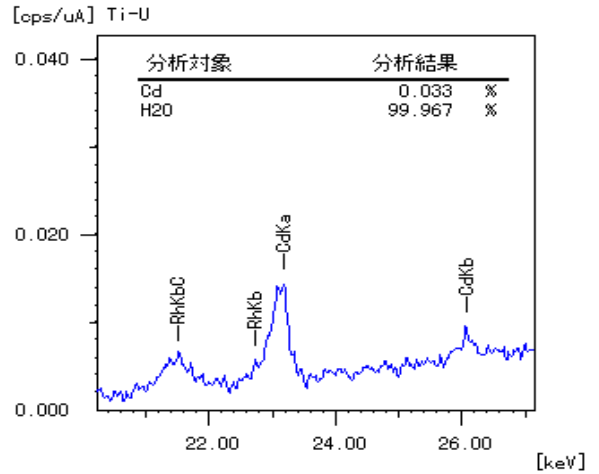

Fig.4 Qualitative and Quantitative Analysis of Oolong Tea Mixed Cd
(2) Zr フィルタを使用したカドミウム 0.03% 混合の定性・定量分析結果を Fig.4 に示します。この場合の検出下限は 40ppm です。